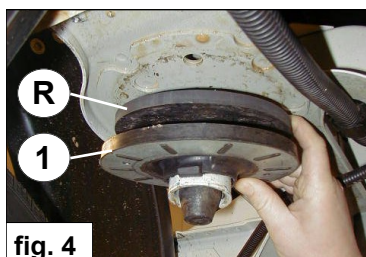

fig. 4
5. Montez le caoutchouc R sur le caoutchouc d'origine 1 et montez le ressort principal 2 avec, à l'intérieur, le ressort auxiliaire C. Voir fig. 4. Veillez à ce que le ressort principal 2 vienne correctement se loger dans son emplacement et tournez correctement le caoutchouc 1 sur le ressort principal.